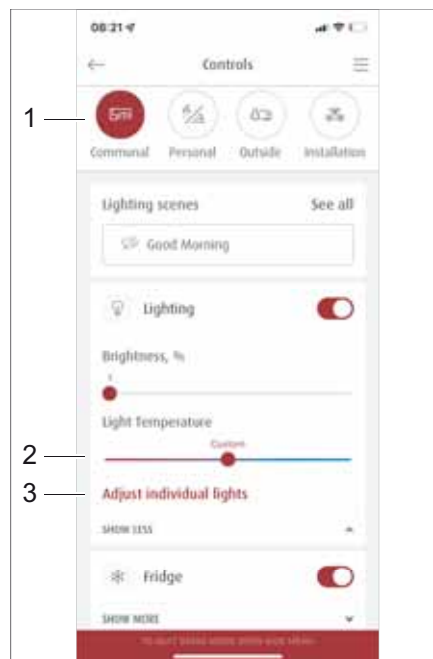
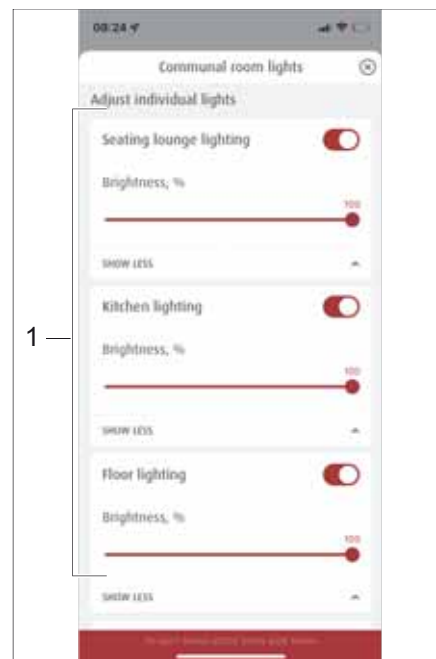

Bild 293 Val av färdiga scenarior
Bild 294 Administrera scenarior
- På menyn *Hantering* klickar du på knappen *Boende* (Bild 293,1) tippen.
- På menyn *Boende* klickar du på knappen *Ställa in individuell belysning* (Bild 293,3) tippen.
Menyn *Ställa in individuell belysning* (Bild 294) visas.
- På belysningsvalet (Bild 294,1) väljer du önskad belysning och ställer in ljstemperaturen med skjutreglaget (Bild 293,2).